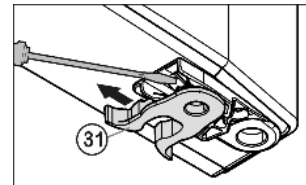

Fig. 11
- ▶ Flytta fjäderklämman Fig. 11 (31): Tryck ner spårhaken, drag bort fjäderklämman.